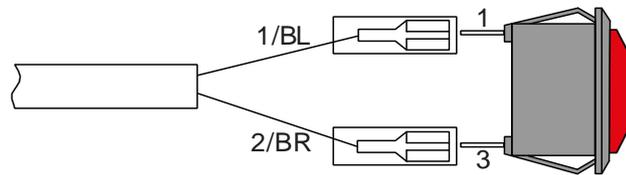

Figura 26: Conexión de la luz indicadora
- Instale la luz indicadora **PALFINGER** en la cabina del conductor para indicar si la trampilla elevadora no está en la posición de conducción (número de producto 2067902, diseño del orificio igual que para el unidad de control, conexión según el esquema de conexiones, véase también Figura 26).